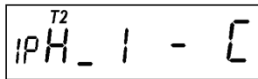

Рисунок 4.6
Рисунок 4.6 свидетельствует о наличии отрицательных значений углов напряжений (l), наличии фазы A (1), отсутствии фазы B, которое индицируется символом "-" (дефис) и наличии тока в фазе C при отсутствии напряжения в этой фазе, черточка снизу перед фазой A обозначает выход значения напряжения фазы за задаваемые пределы, в данном случае – снизу. T2 – текущий тариф.